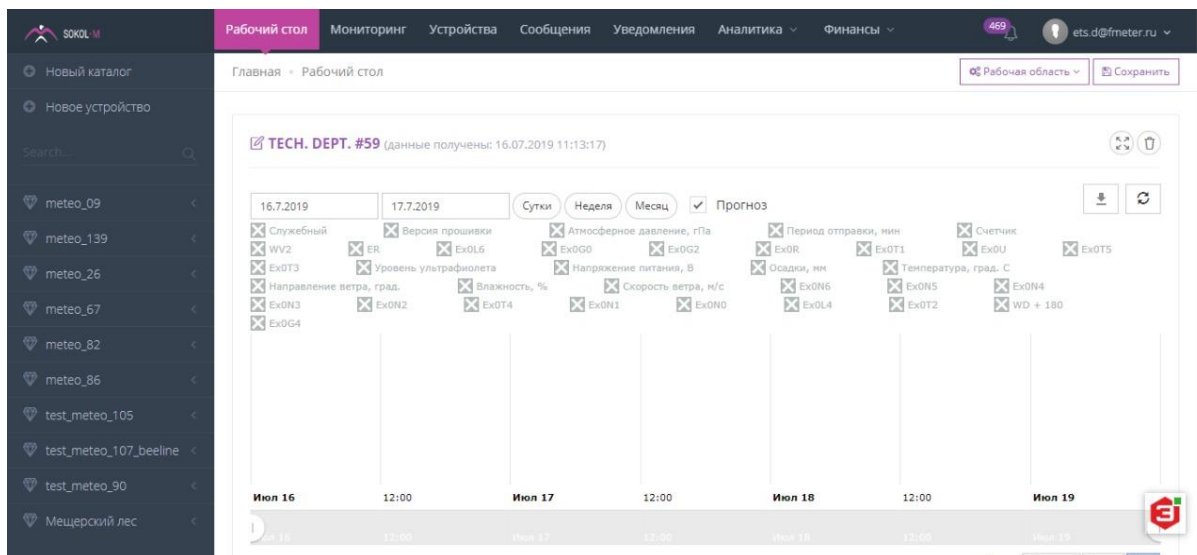

Рисунок 24 – Работа с облачным сервисом
6.12.1 Для работы с облачным сервисом SOKOL-M (www.sokolmeteo.com), на который метеостанция в автоматическом режиме отправляет сообщения, необходима регистрация пользователя. После регистрации пользователю открывается доступ к конкретной метеостанции. Для идентификации метеостанции на заводе-изготовителе ей присваивается имя. Имя метеостанции начинается словом «meteo_», далее указывается её порядковый номер, например, «meteo_09» (рис.24).